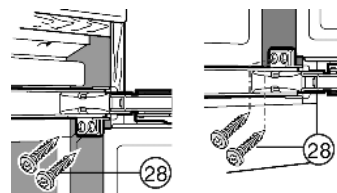

Fig. 17
- На обеих дверцах прикрутите винтами для стружечной плиты *Fig. 17 (28)* сверху и внизу через серьги шарнира.